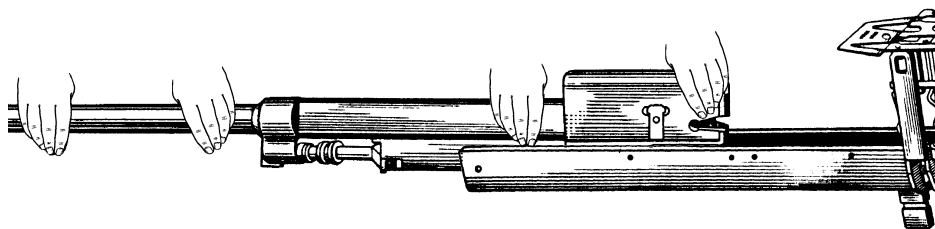

Рис. 117. Від'єднання агрегату ствола
1.8. Від'єднати агрегат ствола. Для чого потягти агрегат ствола вперед та вивести його зі ствольної коробки (рис. 117).